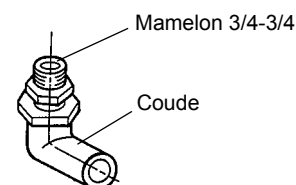

Fig. 6
- 3) Raccorder le mamelon 3/4-3/4 (accessoire) au coude (accessoire) comme indiqué (Fig. 6). Utiliser du ruban PTFE et/ou du mastic d'étanchéité adéquat pour former un joint étanche.